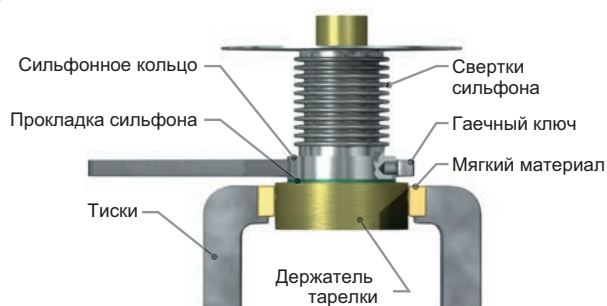

Рисунок 11: Снятие сильфонного кольца
9. На клапанах D и E снимите ограничительную шайбу и бирку с серийным номером клапана. В сильфонах D или E наклоните держатель тарелки в сборе и вытяните ограничительную шайбу. Сильфон соединен с держателем тарелки правой резьбой. Наложите гаечный ключ на кольцо сильфона и ослабьте сильфон, повернув его против часовой стрелки (рис. 11). Витки резьбы сильфона сделаны из очень тонкого металла, необходимо соблюдать осторожность, чтобы не повредить их. Снимите прокладку сильфона.